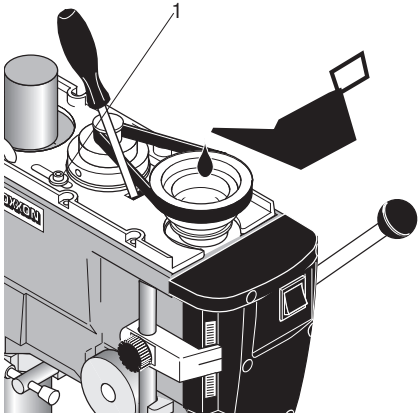

Fig. 3
2. Die beiden Schrauben 1 (Fig. 3) um eine Umdrehung lösen.
3. Mit einem Schraubendreher als Hebel Motor nach hinten drücken (Fig. 3), bis die gewünschte Riemenspannung erreicht ist.
- Führung der Pinole (Fig. 3) alle 10 Betriebsstunden mit einigen Tropfen Maschinenöl schmieren.